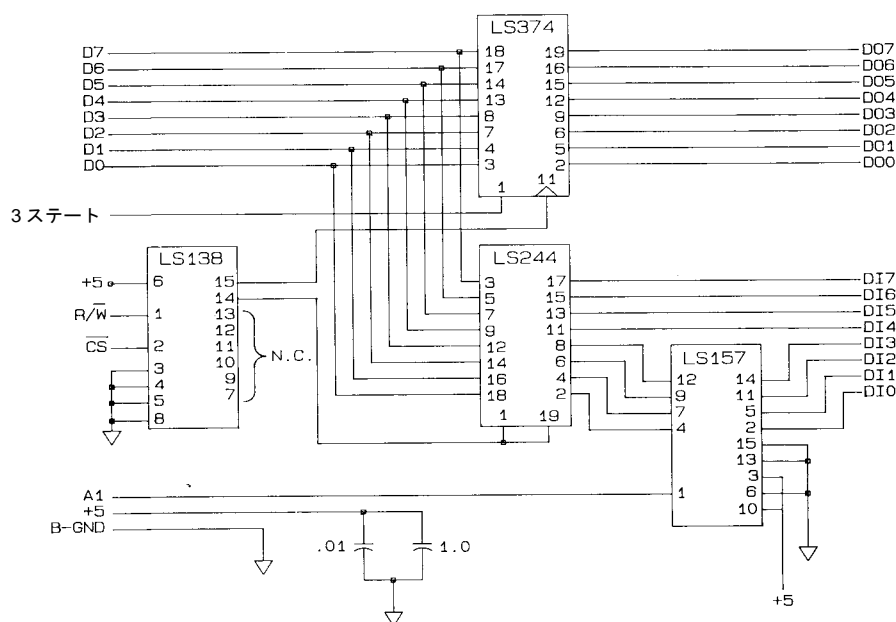

図8-82. 44475Aの回路図
2. 8ビット・デジタル入力ポートおよび8ビット・デジタル出力ポートを実現するための組込みデザイン。8ビット入力/出力ポートの使用に必要なコンポーネントは、表8-46に示されています。2つのポートの回路図を図8-82に示します。